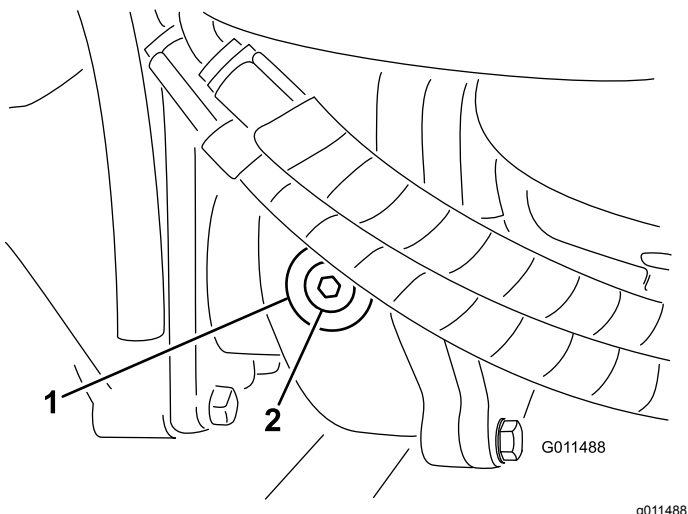

Figura 16
2. Retire el tapón de verificación/llenado del lado izquierdo de la caja de engranajes y asegúrese de que el lubricante llega al borde inferior del orificio (Figura 16).